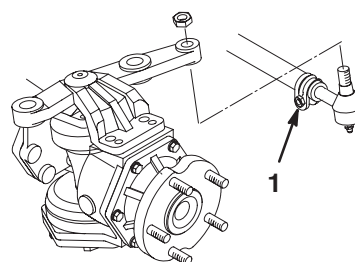

Bild 3
1. Nehmen Sie die Splints und Muttern von den Kugelgelenken der Zugstange ab. Setzen Sie die Kugelgelenke in das hintere Loch jedes Achsenlenkarms. Setzen Sie die Kugelgelenke von der Unterseite jedes Lenkarms ein (Bild 3).